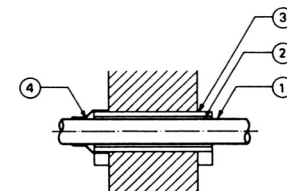

Fig. 15
3.6.4.2 Murgennemføring af ledninger over terræn skal udføres med beskyttelsesrør således, at rummet mellem beskyttelsesrør og gasledning er beskyttet imod indsvivning af vand, eksempelvis som angivet i fig. 15.